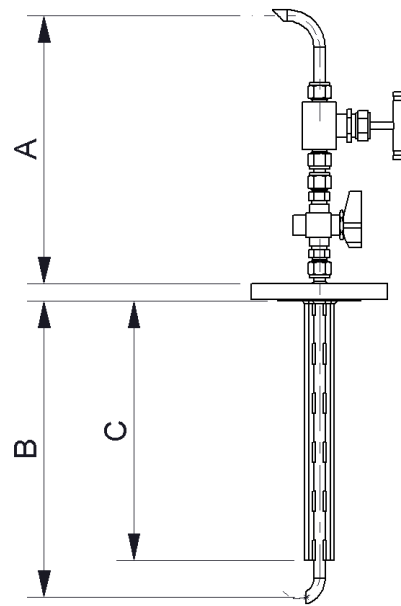

Figura 4 - Dimensões principais P1/P2/P3.
** O conjunto P2 por possuir o tubo de maior comprimento terá uma peça adicional (figura 4, item 10) para reforçar a estrutura.